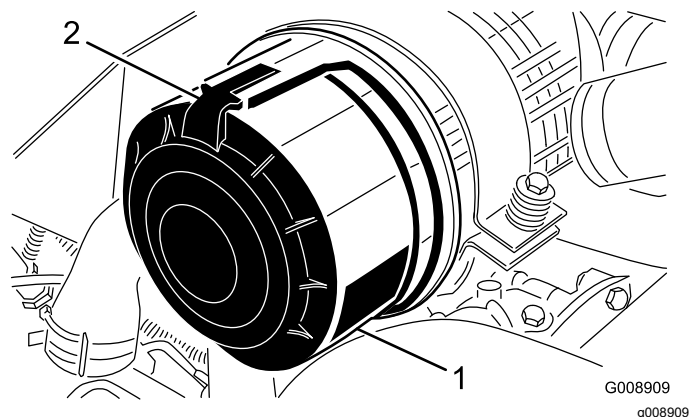

Рисунок 90
1. Отпустите защелки, фиксирующие крышку воздухоочистителя на его корпусе (Рисунок 90).